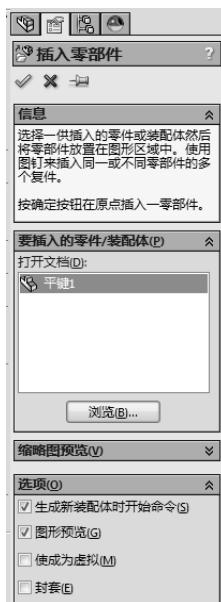

图 7-5 设置插入零部件操控板
- [4] 单击装配体工具栏上的【插入零部件】按钮，出现插入零部件操控板，单击【浏览】打开现有文件“平键 1”零件，设置插入零部件操控板，如图 7-5 所示。